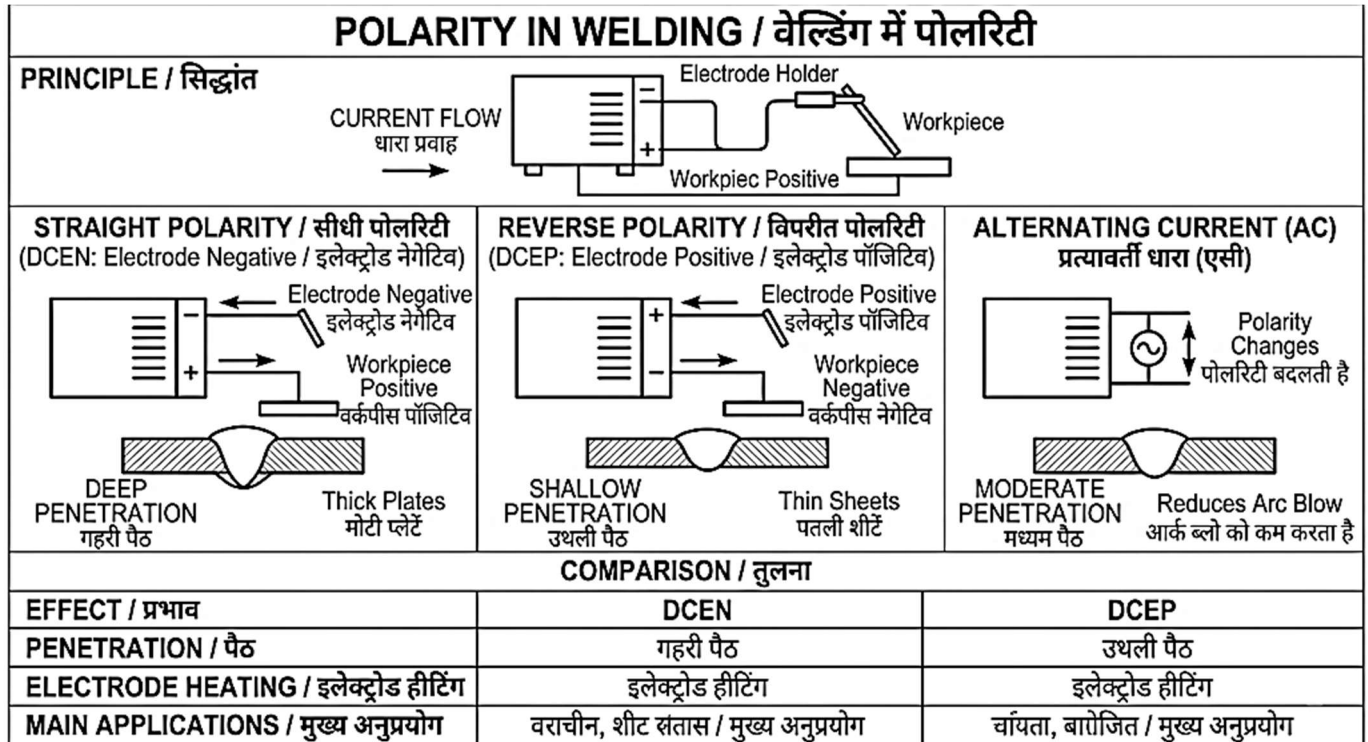

Fig. 2.7: Welding Polarity and Current Types | वेल्डिंग पोलरिटी एवं धारा के प्रकार
2.7.1 Introduction to Polarity in Welding (Fig. 2.7)
2.7.1 वेल्डिंग में ध्रुवता का परिचय (Fig. 2.7)